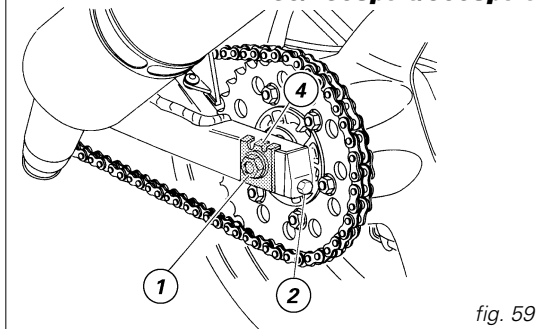

fig. 59
Pour régler la tension (750/750Sport/900Sport) desserrez l'écrou (1, fig. 59) de l'axe de roue, serrez pareillement, dans le sens des aiguilles d'une montre, la vis (2) des deux côtés du bras oscillant pour la tendre davantage ou desserrez pour obtenir l'effet contraire. Dans ce cas, il faut pousser la roue en avant.
Vérifiez la correspondance, sur les deux côtés du bras oscillant, des repères de positionnement par rapport à l'indication du curseur (4, fig. 59, 60) ce qui garantit le parfait alignement de la roue.